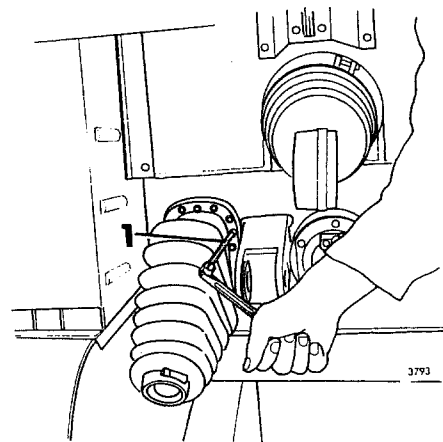

Fig 14-51. Demontering av gummidamask
3. Ta bort insexskruvarna som håller damasken, se fig 14-51. Montera ny damask.